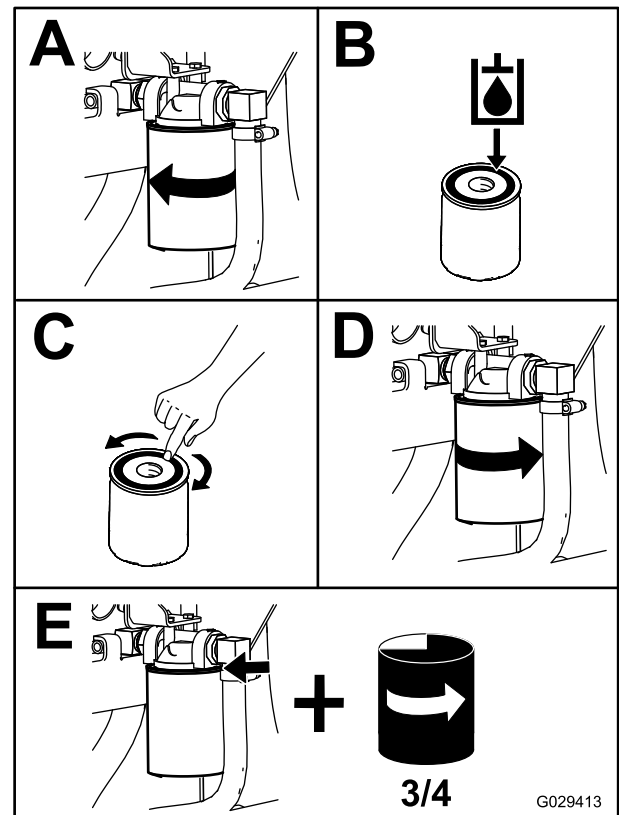

Figura 56
4. Coloque un recipiente debajo del filtro y cambie el filtro (Figura 56).